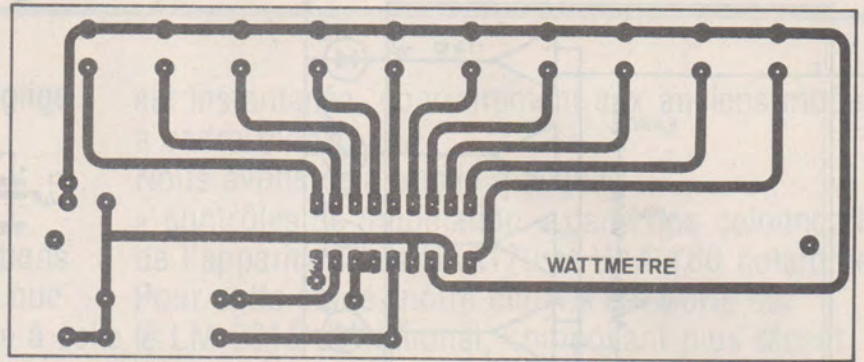

Figure 4
- Commande des diodes led, implantation du circuit proposé à la **figure 4** ;